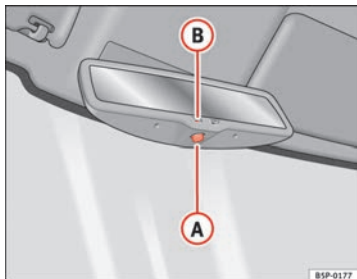

Fig. 69 Rétroviseur intérieur avec réglage automatique de position anti-éblouissement.
– Appuyez sur la touche (A) ⇒ fig. 69. Le témoin (B) s'éteint.
– Appuyez sur la touche (A) ⇒ fig. 69. Le témoin s'allume.